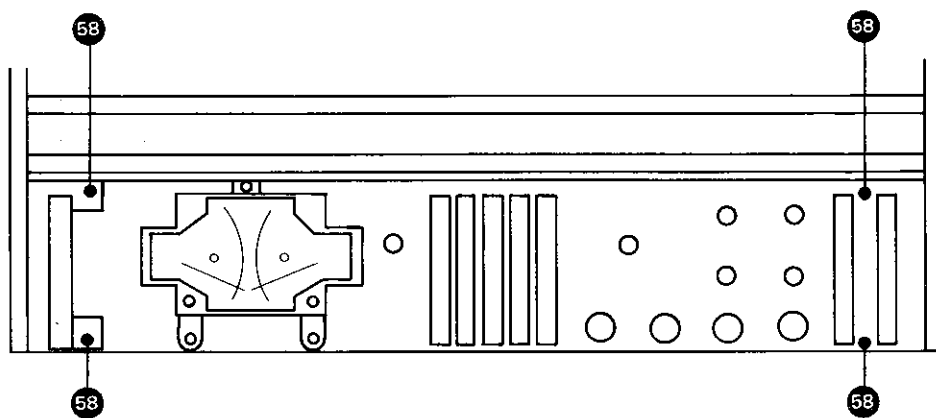

Fig. 3.22.-8
- auf richtige Lage und Kontaktgabe der Erdungsfedern (57) (Fig. 3.22. - 7) achten.
- Observe correct positioning of contact springs (57) (fig. 3.22. - 7) to ensure proper contact.
- Prendre garde au positionnement correct des ressorts de mise à la masse (57) (Fig. 3.22. - 7).
- alle (7) Steckverbindungen die zum Frontchassis führen, lösen.
- 4 Schrauben (58) (Fig. 3.22. — 8) des Frontchassis lösen.
- Beim-Einbau auf richtige Lage und Kontaktgabe der Erdungsfedern (57) achten.
- Disconnect all (7) plug-in connections which lead to the front chassis.
- Remove 4 screws (58) (fig. 3.22. — 8) from the front chassis
- During re-assembly observe correct positioning of earthing springs (57) to ensure proper contact.
- Débrancher les (7) raccords qui mènent à la partie frontale du châssis.
- Oter les 4 vis (58) (Fig. 3.22. — 8) de la partie frontale du châssis.
- Au remontage prendre garde à la position correcte des ressorts de masse (57).